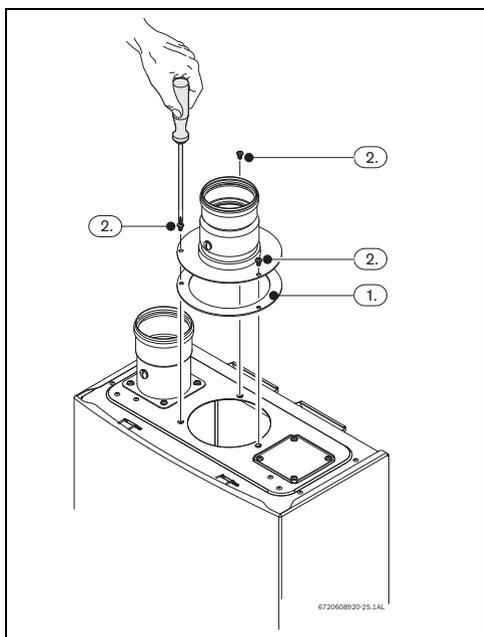

Рис. 28
- ▶ Установите прокладку между прибором и дополнительным оборудованием, Рис. 28 , поз. 1.
- ▶ Затяните 3 винта дополнительного оборудования для дымохода, Рис. 28 ,поз. 2.